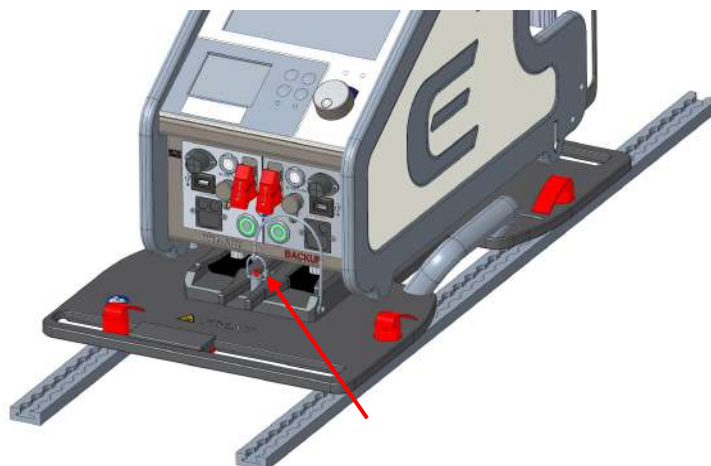

Рисунок 10
6) Поместить «красный предохранительный штифт» в безопасное положение между двумя вилками (рисунок 10).